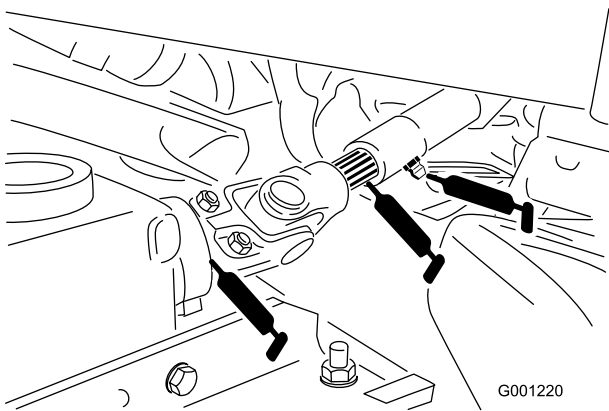

Figure 37
- Arbre universel de PDF (Figure 37)